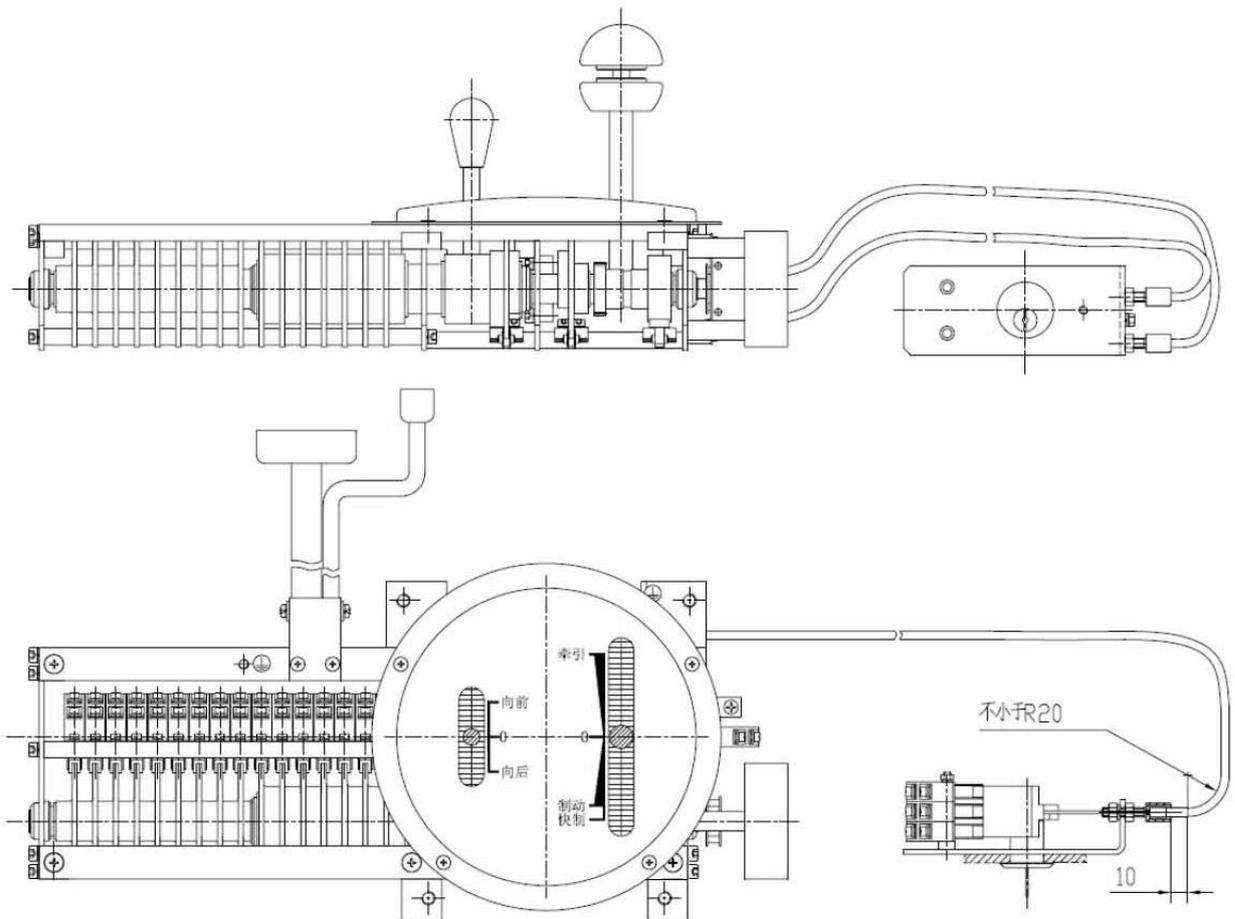

图 3：拉线组件安装调整示意图
2. 调整时，拉线组件的折弯半径不能小于 R20,折弯处必须在调整螺栓端面外 10mm（如图 3 所示）。